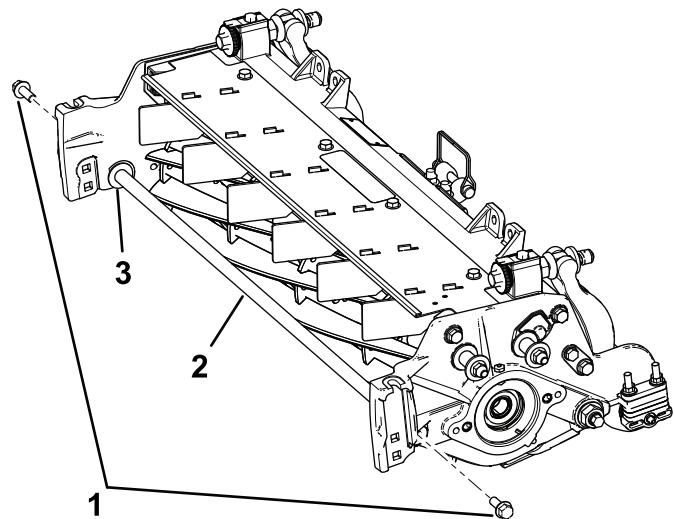

图5
7. 拆下固定支撑杆的 2 个凸缘头螺栓和垫圈，并取下支撑杆（图5）。